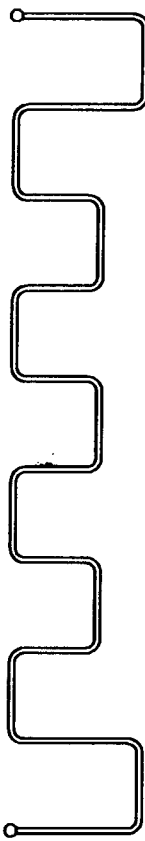

Fig. 3
3. Grzejnik rurkowy z symetrycznie rozłożonymi, poziomymi rurkami o czterech jednakowych skrajnych odcinkach, dłuższych od sześciu środkowych odcinków jednakowej długości, jak pokazano na rysunku, w widoku z przodu – fig.3.